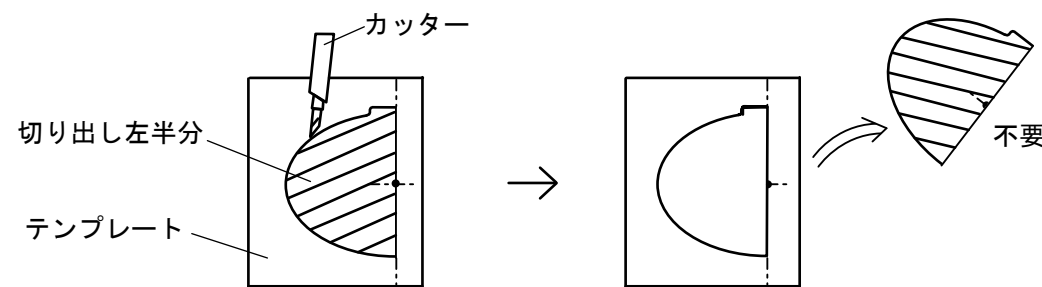

図1
1) 同梱テンプレートの斜線部をカッターで切り取ります。切出した部分は不要です。(図1)